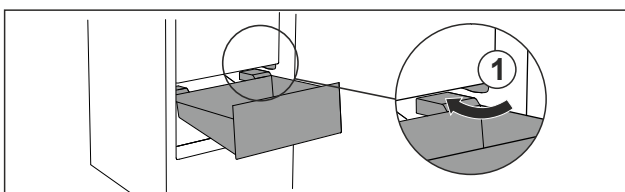

Fig. 87
- ▶ Schubfach schräg um die Stopper Fig. 87 (1) herumführen.